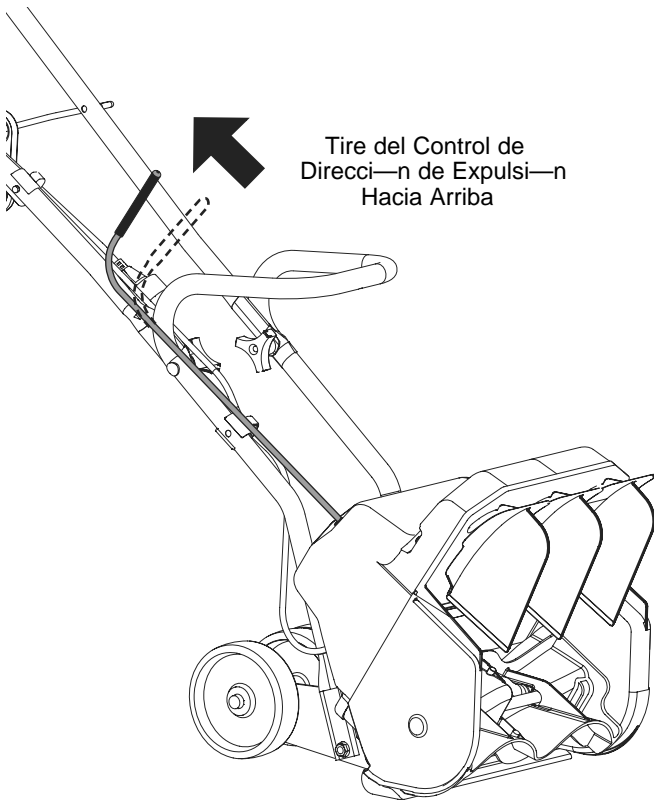

Fig. 6
2. Agarre firmemente el mango del Control para Dirección de Expulsión y hale hacia arriba. Eso suelta la varilla, la cual es accionada por un resorte, de la ranura de dirección de expulsión actual y permite el movimiento libre (Fig. 6).
- ¥ Si va a transportar la unidad con las manijas plegadas, tenga cuidado de no hacer contacto y doblar accidentalmente el control de dirección de expulsión (Fig. 6). Si dobla o daña el control, no podrá ajustar las paletas.